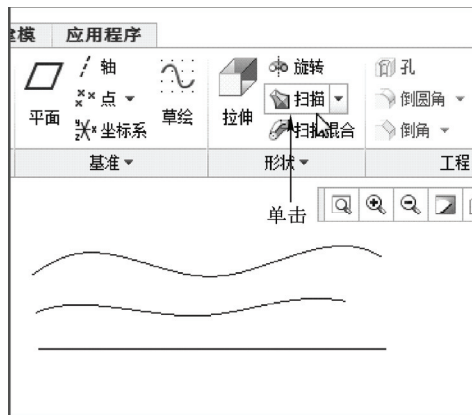

图 9-36 单击“扫描”按钮
STEP 02 在功能区选项板的“模型”选项卡中，单击“形状”面板中的“扫描”按钮，如图9-36所示。